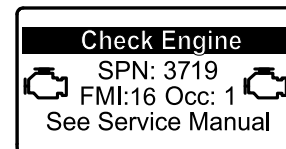

Figure 24
- Si une régénération en stationnement est nécessaire, l'InfoCenter affiche l'avertissement SPN 3719, FMI 16 (Figure 24) et l'ordinateur du moteur réduit la puissance du moteur à 85 %.